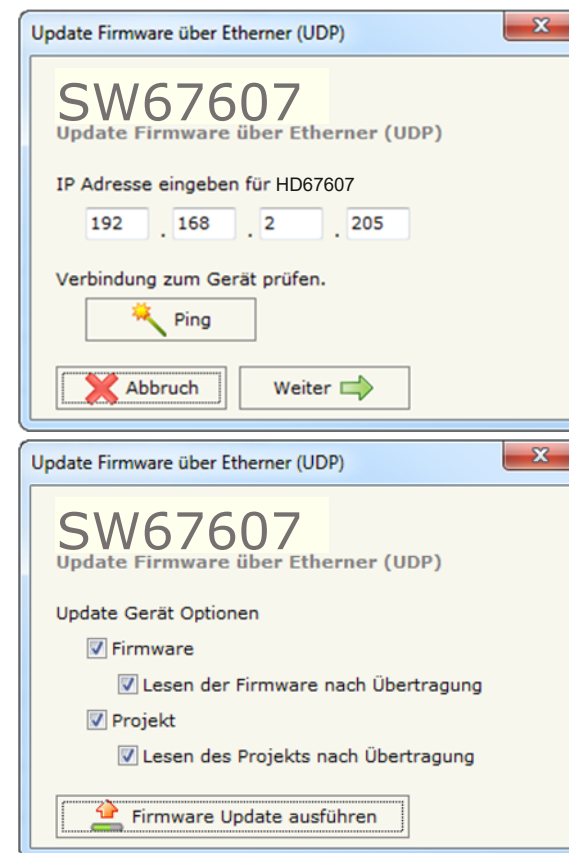

Abb. 14: Geräteupdate
- Wählen Sie aus, welche Operationen Sie durchführen wollen (Abb. 14).